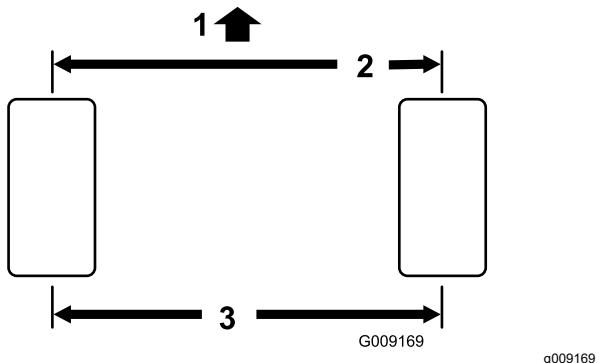

Figure 47
- Mesurez la distance entre les roues avant à hauteur d'essieu, à l'avant et à l'arrière des roues (Figure 47).